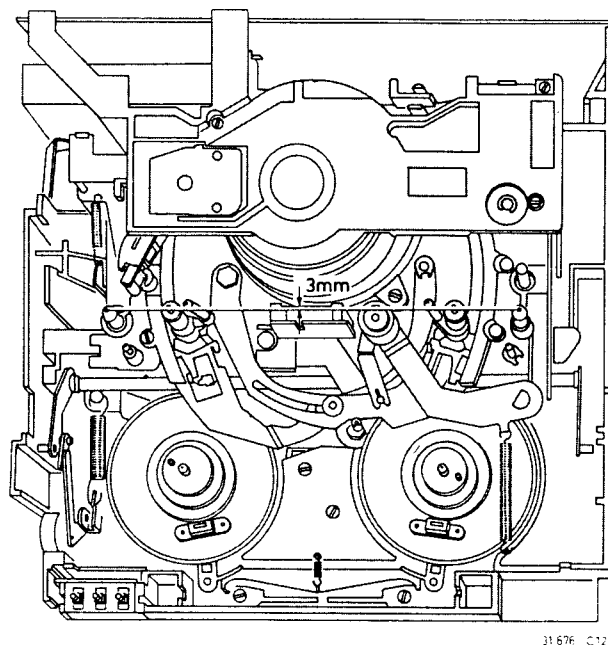

Fig. 2-21
- Prüfen, ob die Vorderfläche des Reflexkopplers 3 mm vor der Linie durch die Kegel für die linke und die rechte Cassettenrolle geht. (Abb. 2.21).